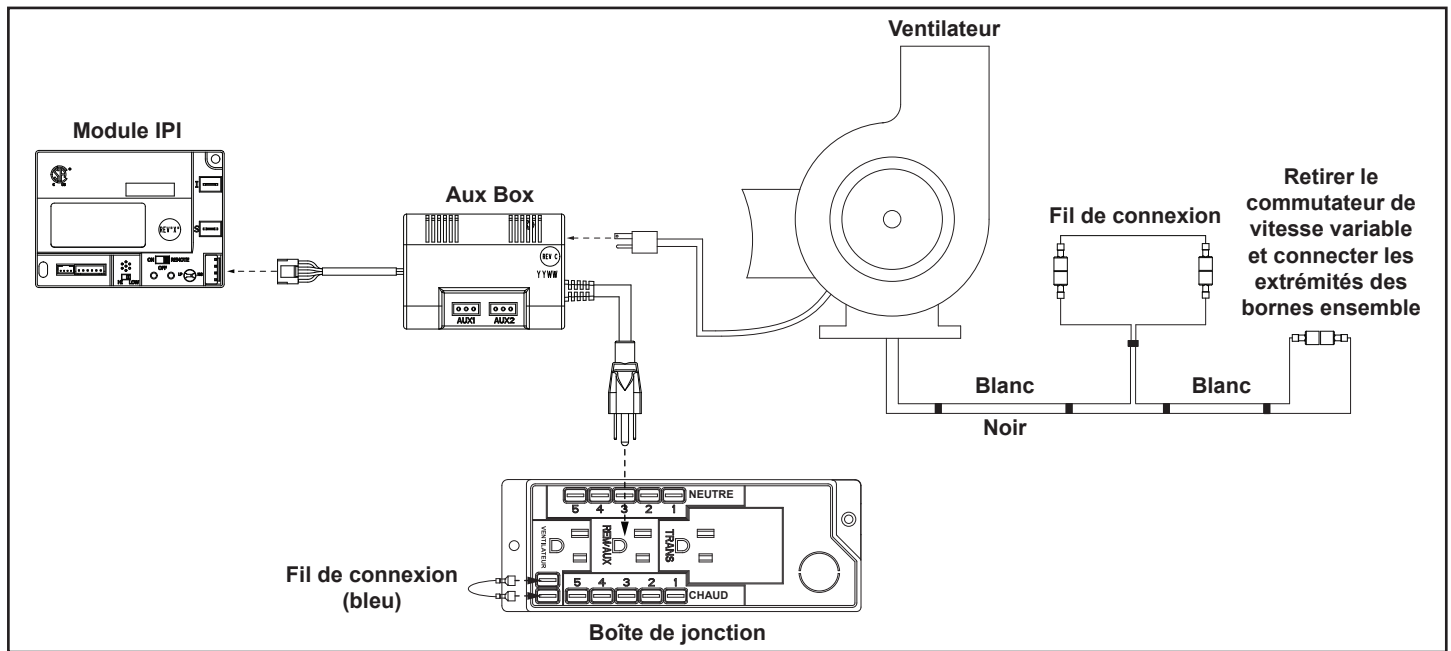

Figure 8.10 Schéma de câblage du ventilateur
4. Branchez le faisceau de câblage passant de la boîte auxiliaire dans le module IPI fourni avec le poêle. Voir la figure 8.10 (schéma de câblage)